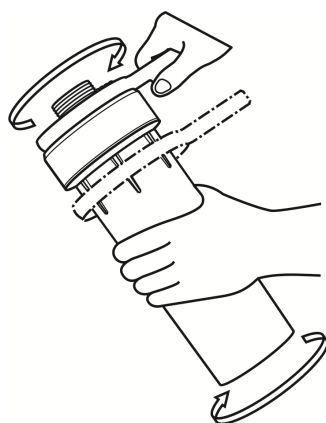

Рисунок 6.2
6.2.1.2 Открутите крышку колбы при помощи ключей крышки и колбы (см. рисунок 6.2).
6.2.2.2 Открутите крышку колбы при помощи ключей крышки и колбы (см. рисунок 6.2).
6.2.3.2 Открутите крышку колбы при помощи ключей крышки и колбы (см. рисунок 6.2).
- 6.2.4.2 Открутите крышку колбы при помощи ключей крышки и колбы (см. рисунок 6.2).